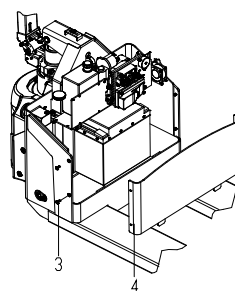

Рис. 12
- (Рис.12) выкрутите винт 3 и снимите заднюю крышку корпуса 4;